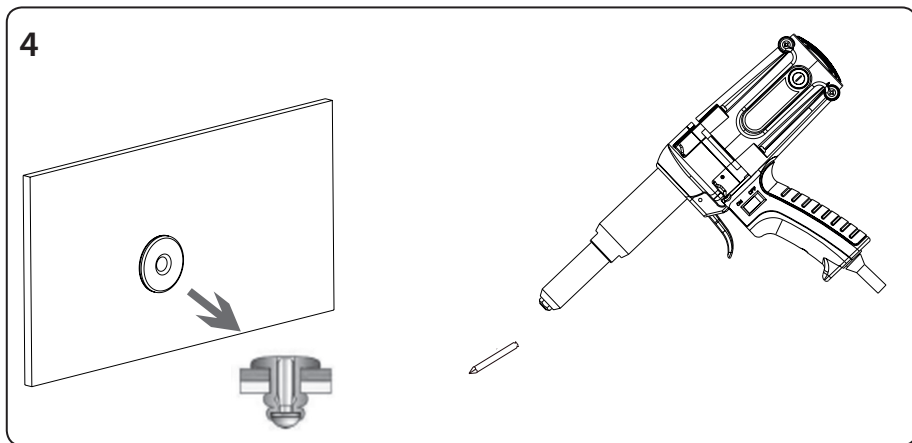

Fig.6
- d) **Dopo il rilascio del grilletto della pistola rivettatrice, il rivetto viene ritirato e il gambo del rivetto viene strappato e sbloccato dal canotto della pistola, vedere il passaggio 4, Fig.6.**